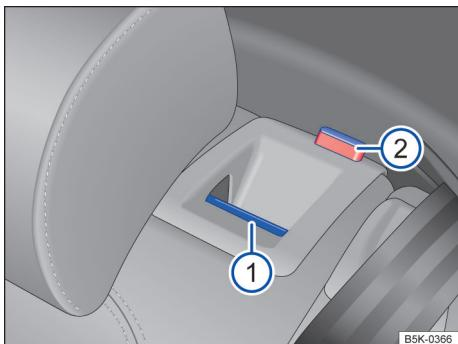

Fig. 67 No encosto do banco traseiro: botão de travamento.
- Puxar o botão de travamento → **Fig. 67 ①** para frente e, ao mesmo tempo, rebater o encosto do banco traseiro para frente.
- A respectiva parte de encosto do banco traseiro estará destravada quando a marcação vermelha → **Fig. 67 ②** estiver visível.
- A marcação vermelha → **Fig. 67 ②** não pode mais estar visível.